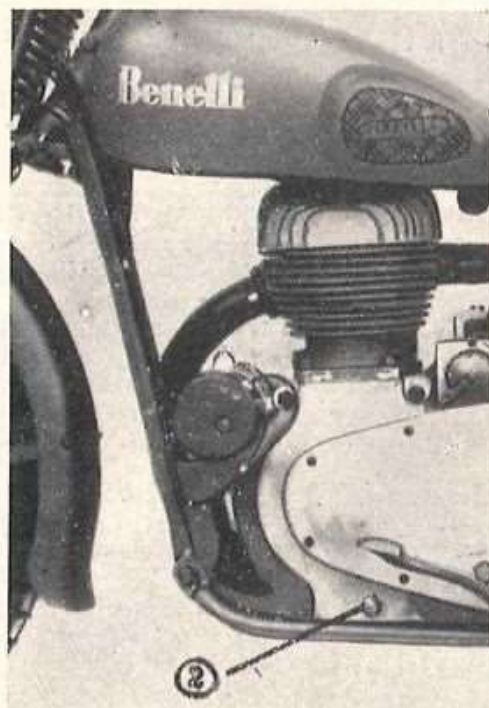

Fig. 5
e) Inferiormente alla scatola motore sinistra, lato trasmissione, trovasi il filtro di ricupero olio (2 *fig. 5*).